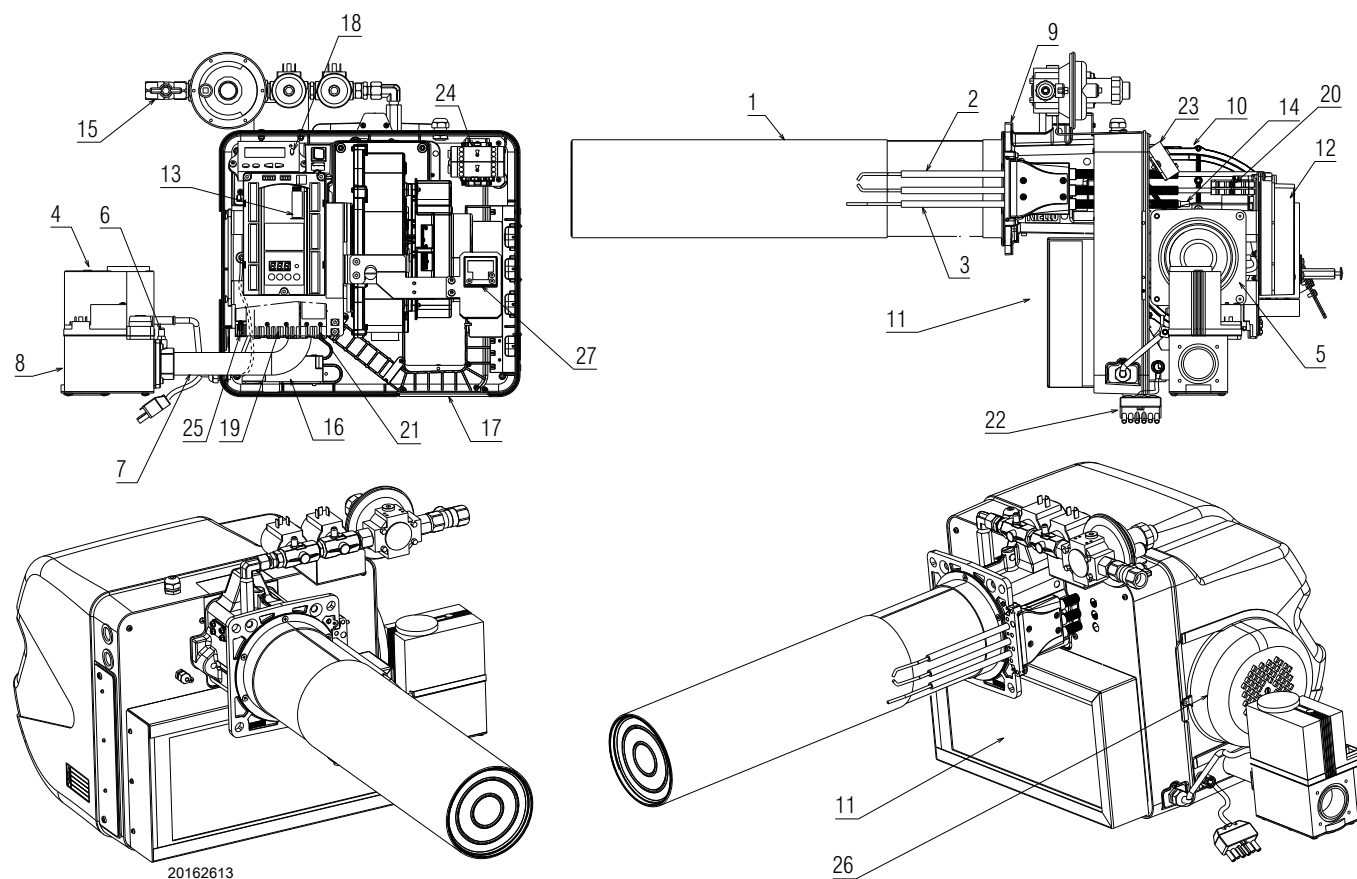

图 5
(1) 参考条件 : 环境温度 20°C - 燃气温度 15°C - 大气压力 1,013 mbar - 海拔 0 m a.s.l.
(2) 燃气输入压力 8) (图 5) 为炉膛压力为零且燃烧器处于最大出力运行时的压力。
(3) 噪音测试在制造商燃烧室内进行，燃烧器在测试锅炉上分别以最大出力、中间出力和最小出力运行。声功率以 “ 自由场 ” 法测得，符合 EN 15036 标准要求以及 EN ISO 3746 标准要求的 “ 准确 : 类别 3 ” 的测量精确度。
如果程控器 13) (图 5) 按钮指示灯亮起，则燃烧器锁定。如需复位，可按该复位按钮。